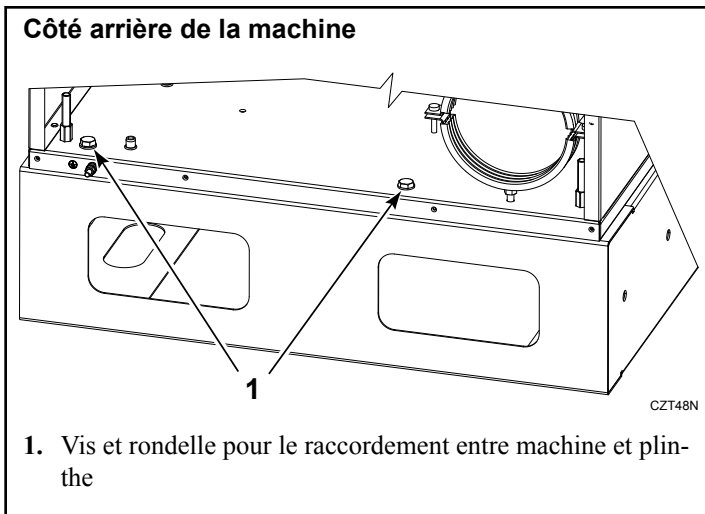

Figure 26
10. Vissez le séchoir sur le châssis à l'aide de deux boulons M10x40, voir *Figure 26*.